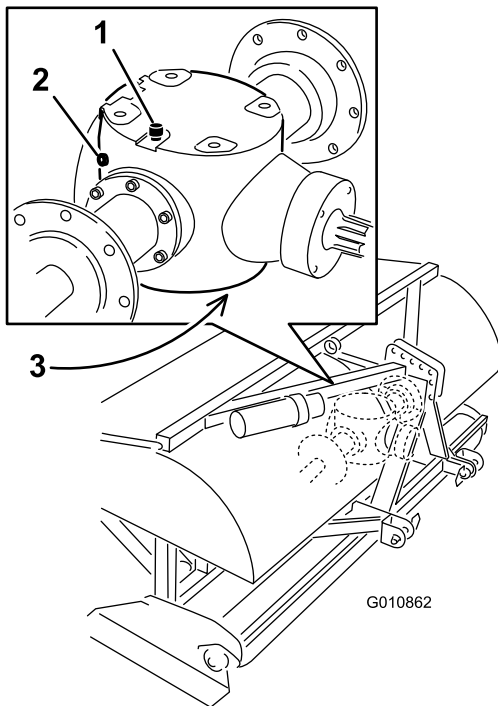

Bild 41
2. Entfernen Sie die Prüfschraube vom Getriebe (Bild 41).
3. Stellen Sie sicher, dass der Ölstand die Unterseite der Prüfschraube im Getriebe erreicht (Bild 41).
1. Wischen Sie Rückstände von der Entlüftungs-/Füllschraube und der Ablassschraube ab, um eine Verunreinigung zu vermeiden (Bild 41).